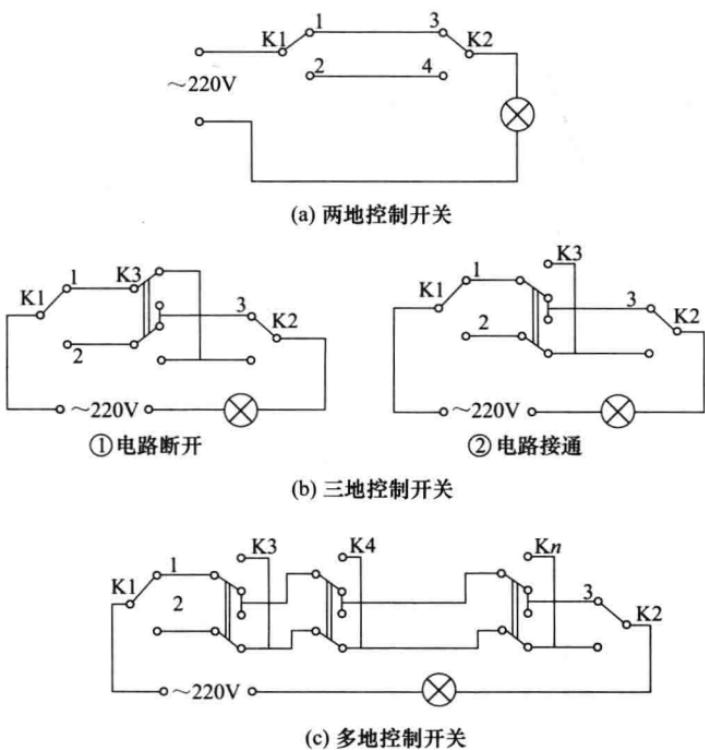

图 1-7 两个或多个开关异地控制一盏照明灯电路
两个或多个开关异地控制一盏照明灯电路，适用于楼上/楼下或在室内的不同地方控制同一盏灯，例如楼梯灯、客厅灯、交换厅过道灯，电路如图 1-7 所示。不管灯的状态是点亮或是熄灭，都可以用任何一个开关控制灯泡的开与关，即变为相反的状态。例如，在楼上/楼下把灯打开/关闭，到楼下/楼上可以把灯关闭/打开。
在图 1-7 (a) 中，当 K1 置于位置“1”，K2 搬置于位置“3”
在图 1-7 (b) 中，在开关 K1 和 K2 之间接入了双刀双掷开关 K3，就可以实现三地控制同一盏灯。K1、K2、K3 处于图①位置时，电路是断开的，此时无论扳动 K1、K2 哪一个开关都可以使电路接通，电灯点亮。K1、K2、K3 处于图②位置时，电路是接通的，此时无论扳动 K1、K2 哪一个开关都可以使电路断开，电灯熄灭。
在图 1-7 (c) 中，根据实际需要可在开关 K1 和 K2 之间接入多个双刀双掷开关，达到多地控制同一盏灯的目的。